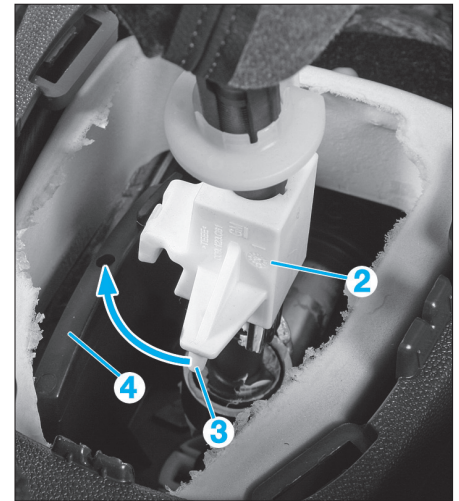

Fig. 9
- Pousser la rondelle (2) vers le haut et la tourner de 90° (Fig.9).
- Incliner le levier de vitesses vers la gauche et le bloquer en introduisant le téton (3) dans l'orifice de la butée (4).